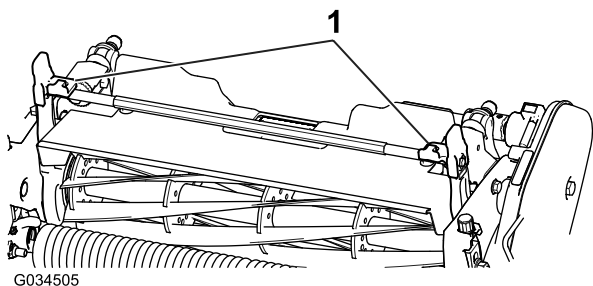
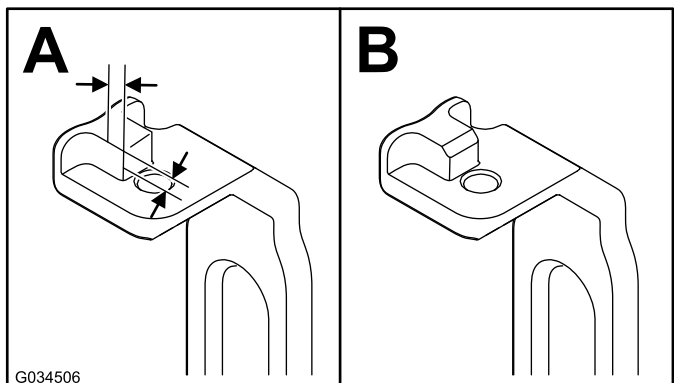

Figura 3
Figura 4
2. Su entrambi i bracci orientabili (Figura 3) misurate 2 mm sulle alette e limate l'angolo come illustrato nella Figura 4.